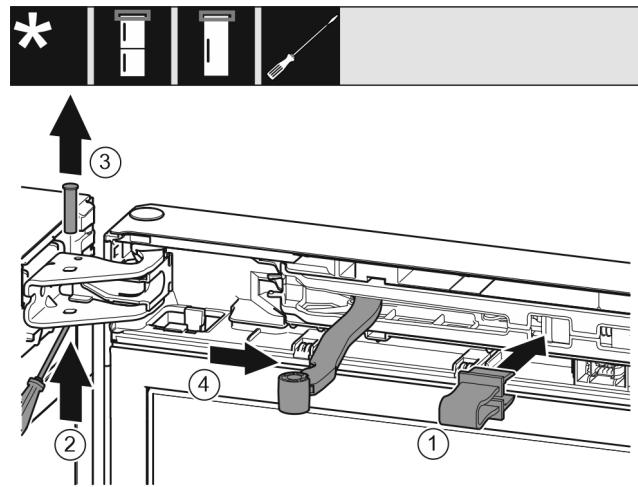

Fig. 11
- ▶ 将安全装置 Fig. 11 (1) 卡入开口。
- ▶ 旋出螺栓 Fig. 11 (2)。
- ▶ 向上取出螺栓 Fig. 11 (3)。
- ▶ 将铰链 Fig. 11 (4) 转向门的方向。